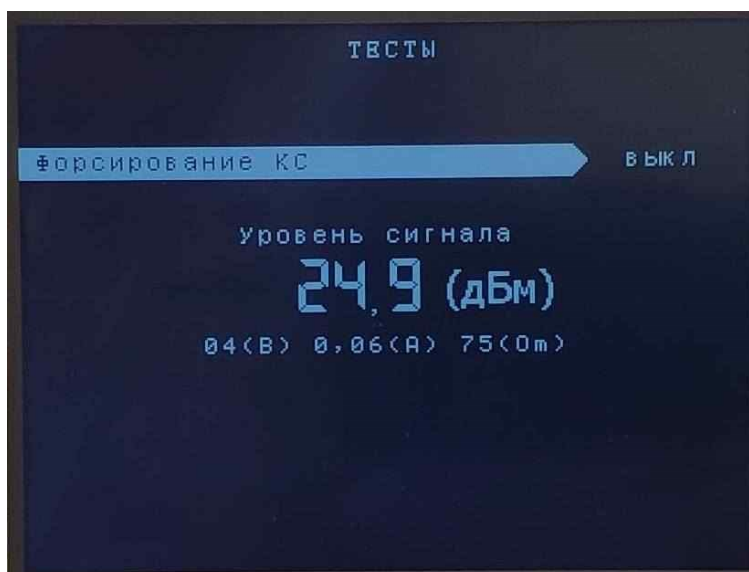

Рисунок 26 – Підрозділ «Формування команд в імп. режимі»
**3.5. «Форсування КС»** - підрозділ призначений для тестового форсування контрольного сигналу до рівня сигналу аварійної команди (встановленої в налаштуваннях «Регулювання рівня АК»), а також виводу рівня сигналу на виході (см. рисунок 26).